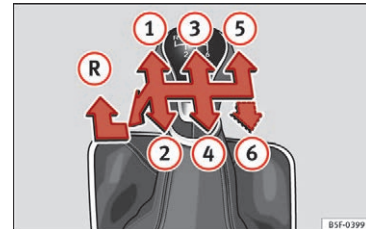

Fig. 48 Skiftediagram i forbindelse med 5-trins eller 6-trins manuel gearkasse
De enkelte gears positioner er vist på gearstangen » **Fig. 48**.
- Sæt gearstangen i frigeare, tryk den nedad og helt til venstre, og skub den herefter helt frem for at sætte bilen i bakgear » **Fig. 48**